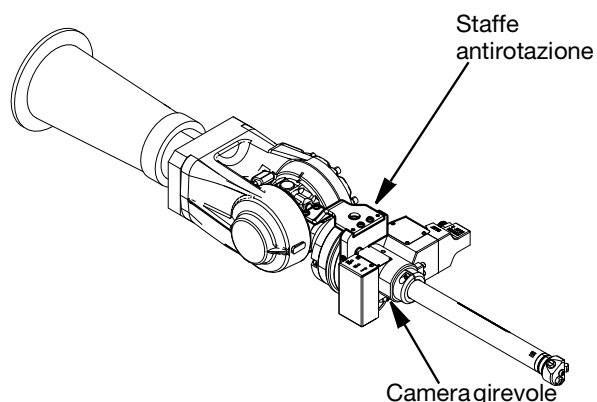

FIG. 3
Dopo aver montato la pistola Switch 3D sul robot, le staffe antirotazione devono essere fissate all'alloggiamento girevole (619) e al punto di fissaggio sul robot utilizzando le viti a testa esagonale. Il raccordo esatto da utilizzare per le staffe antirotazione dipende dal robot e dal kit utilizzato. Vedere la FIG. 3 per un esempio di installazione e pagina 31 per i riferimenti dei componenti della camera girevole.